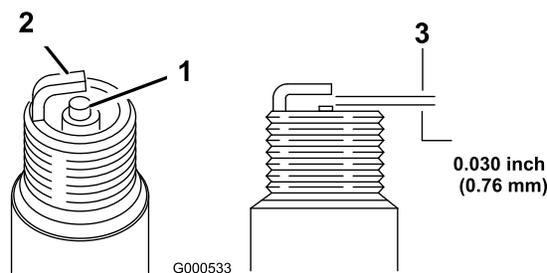

Рисунок 29
2. Отсоедините провод свечи зажигания (Рисунок 29).
5. Установите в свече зазор, равный 0,76 мм (Рисунок 29).